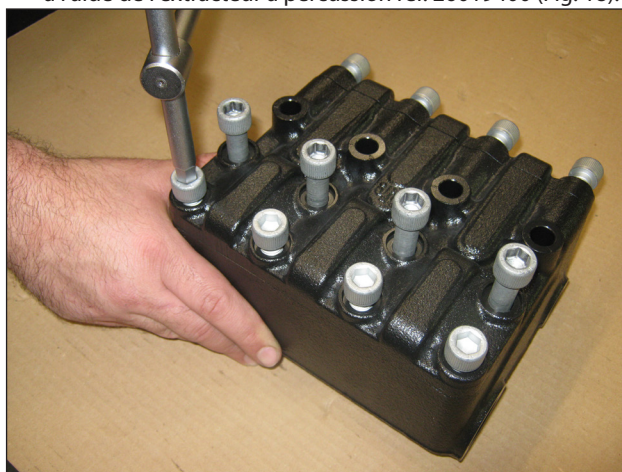
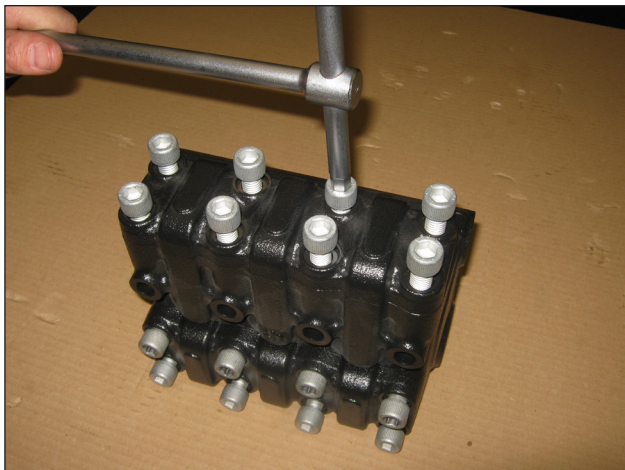

Fig. 16
Fig. 17
- Dévisser les 4 vis M12x130 (M12x190 sur SW64) et les 4 vis M12x45 fixant le couvercle des soupapes d'admission, les 8 vis M12x35 fixant le couvercle des soupapes de refoulement (Fig. 16 et Fig. 17);